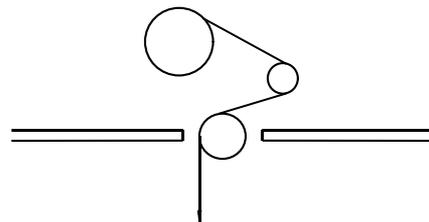

图 13
- a. 钢丝绳应绕在大筒上整齐排列，在两个导轮间正确穿过（见图 13）